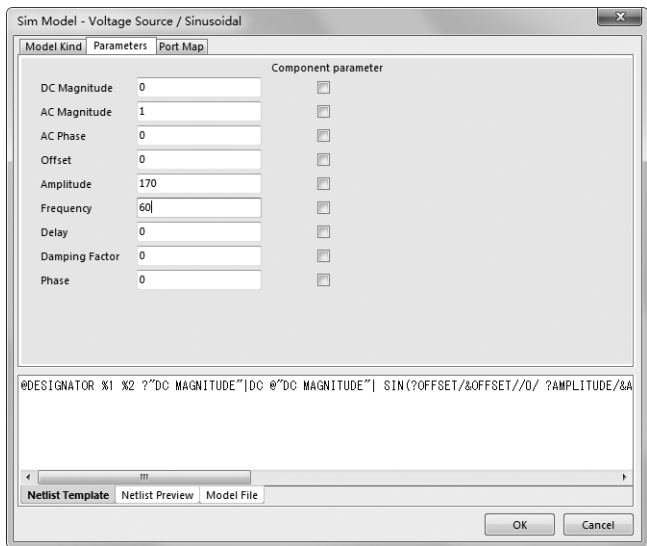

图 12-20 正弦信号源参数
- 在元件库中选择本例中所用的信号源 – 正弦信号源 VSIN，同时设置它的频率为 60Hz，幅值为 170，如图 12-20 所示。另外，在原理图中显示网络标号 VIN、A、B、C、D、E、F、V_{CC} 和 V_{EE}。